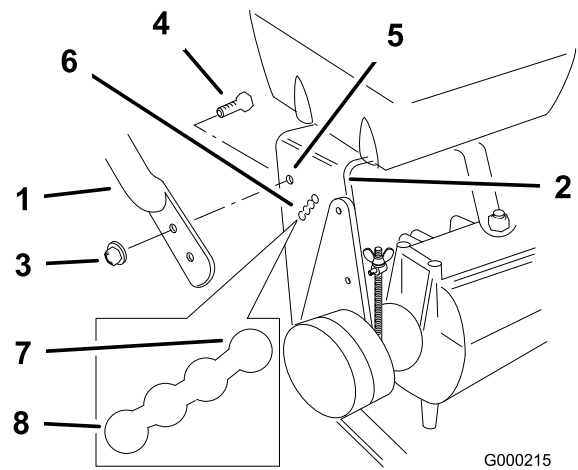

Figure 16
2. Desserrez les boulons à embase (3/8 x 1 pouce) supérieurs et l'écrou à embase qui fixent le guidon au bâti arrière (Figure 16).
3. Retirez les boulons à embase (3/8 x 1 pouce) inférieurs et les écrous à embase qui fixent le guidon au bâti arrière (Figure 16)